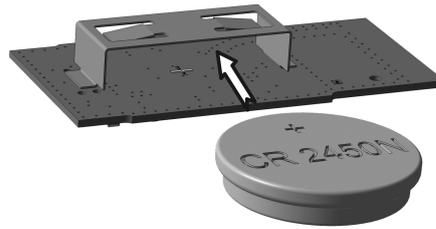

Bild 4: Batterie einsetzen
- Batterie in den Batteriehalter schieben (Bild 4). Dabei auf die Polarität achten: Der Plus-Pol der Batterie muss oben liegen.